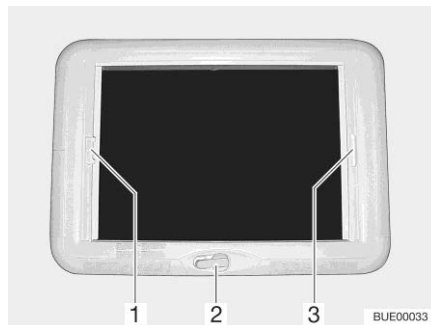

Bild 126 Vevmanövrerad taklucka
- Vrid på handveven (Bild 126,2) tills ett motstånd känns.
- Stänga:** ■ Drag i plisségardinens handtag (Bild 126,3) och släpp i önskad position. Plisségardinen stannar i denna position.
- Stänga:** ■ Drag, med handtaget (Bild 126,1), insektsskyddet till plisségardinens handtag (Bild 126,3) på den motsatta sidan, där det hakas i.
- Öppna:** ■ Tryck insektsskyddet handtag (Bild 126,1) bakåt, uppåt och haka av insektsskyddet från plisségardinen (Bild 126,3).